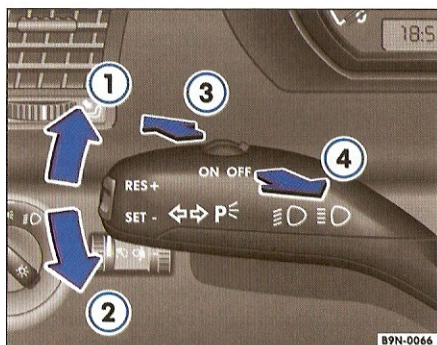

Fig. 30 Maneta pentru luminile de semnalizare și lumina de drum.
- Acționați maneta în sus până la limită ⇒ fig. 30 ① pentru a semnaliza la dreapta, respectiv în jos ②, pentru a semnaliza la stânga.
- Acționați maneta înspre față ⇒ fig. 30 ③, pentru a aprinde lumina de drum.